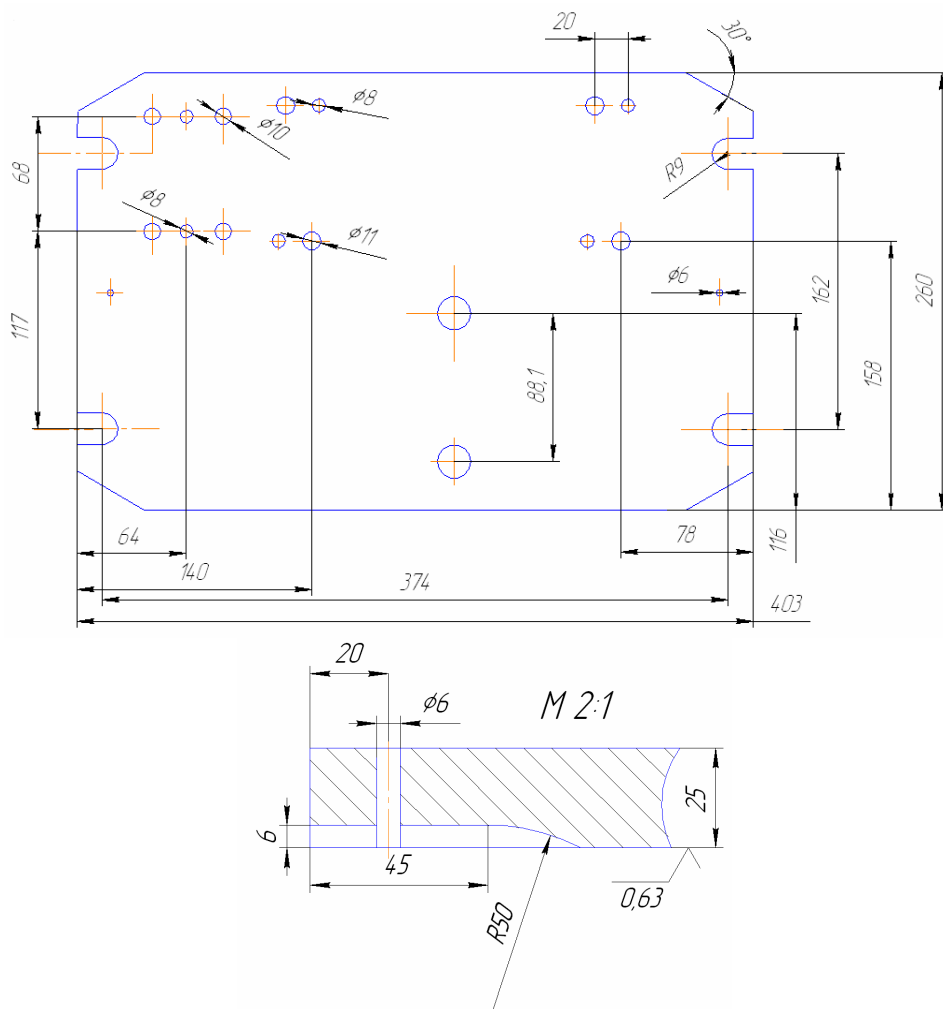

Рис. 38 – Приклад креслення нестандартної плити для пристрою
6. *Створення плити пристрою для фрезерування шпонкового пазу на валу за рис.38.* Заповнити штамп і зберегти файл.